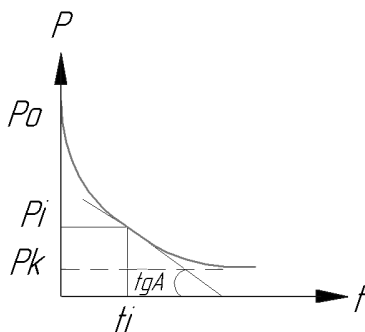

Рис.2.66. Пример кривой откачки
- На рис. 2.66. показан качественный вид графика кривой откачки.
На построенных графиках для каждого измеренного момента времени t_i провести касательную к кривой откачки (рис.2.66) до ее пересечения с осью времени и определить тангенс угла наклона касательной для каждого момента времени ($\text{tg}A = (dp/dt)$). Результаты занести в соответствующую таблицу.